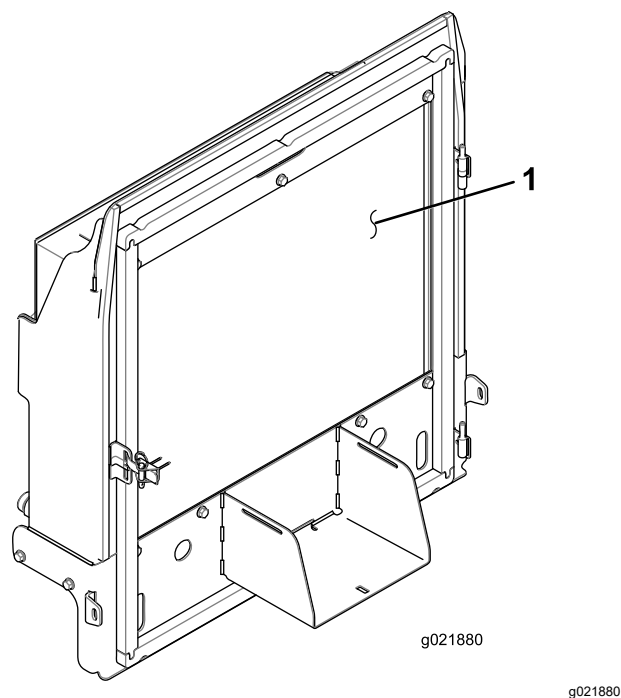

図 142
8. オイルクーラとラジエターの裏表を 図 142 圧縮空気で丁寧に清掃する。